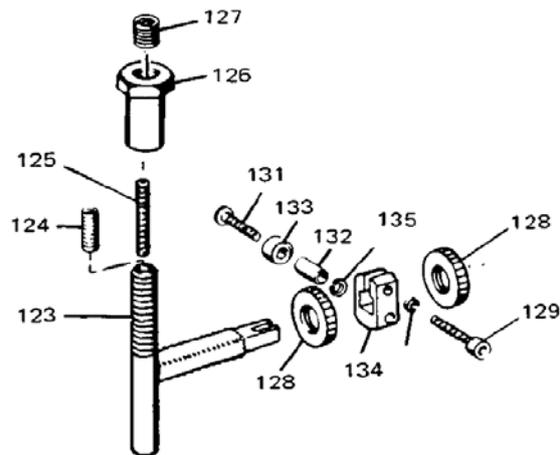

Abbildung 3-1. Explosionsdarstellung der Einstellmöglichkeit für Grunddrehzahl und max. Drehzahl der Handdrehzahlverstellung
3. Blockierschraube für maximale Drehzahl, Teil 125, Abb. 3-1, so einstellen, daß ihr oberes Ende mit dem oberen Ende des T-förmigen Drehzahlverstellhebels, Teil 123, bündig ist.
- b) Einstellmutter für Grunddrehzahl, Teil 126, Abb. 3-1, verstellen (wenn Drehzahl zu hoch ist, im Uhrzeigersinn; sonst entgegengesetzt), bis Drehzahl den gewünschten Wert erreicht hat.
- b) Wird die gewünschte höchste Drehzahl erreicht, bevor der vorgesehene höchste Steuerluftdruck eingestellt ist, so muß der verstellbare Drehpunkt, Teil 134, Abb. 3-1, in Richtung Drehzahlverstellzylinder verschoben werden. Dadurch wird der Drehzahlbereich im Verhältnis zum vorgegebenen Steuerluftdruckbereich verkleinert.
- d) Um den Drehpunkt verschieben zu können, muß die Innensechskantschraube, Teil 129, Abb. 3-1, um ca. 1 Umdrehung gelöst werden. (Erst den Steuerluftdruck verringern, da beim Lösen der Schraube die Drehzahl ansteigt.) Dann Rändelmutter, Teil 128, die in Verschieberichtung frei geht, lösen und durch Verdrehung der anderen den Drehpunkt verschieben. Innensechskantschraube, Teil 129, und freie Rändelmutter wieder anziehen.